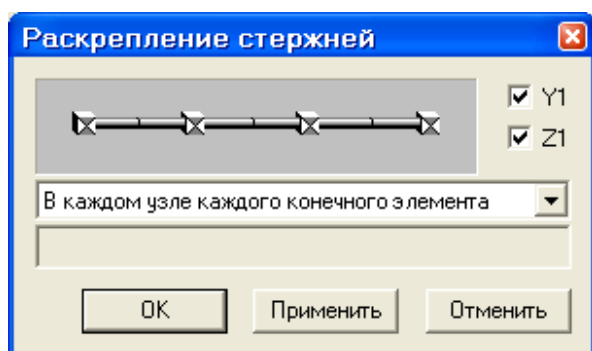

Рис.3.30. Диалоговое окно **Раскрепление стержней**
- С помощью пункта меню **Редактировать** ⇒ **Раскрепления для прогибов** (кнопка  на панели инструментов) вызовите диалоговое окно **Раскрепление стержней** (рис.3.30).